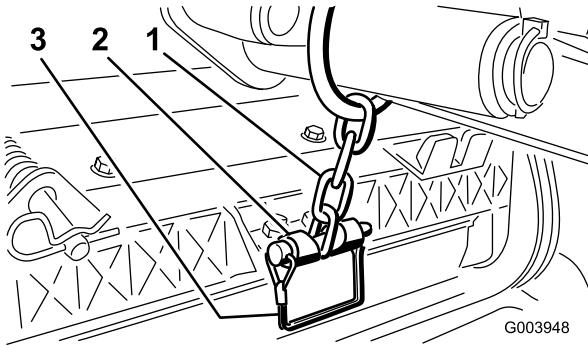

Figura 19
- 13. Prenda corrente do braço de elevação ao suporte da corrente com o pino de encaixe (Figura 19). Utilize o número de elos da corrente conforme descrito no *Manual do utilizador* da unidade de corte.